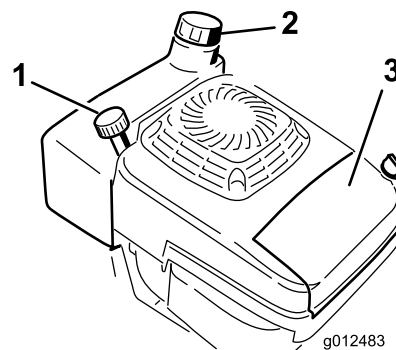

Figure 17
1. Nettoyez la surface autour du bouchon du réservoir de carburant (Figure 17).